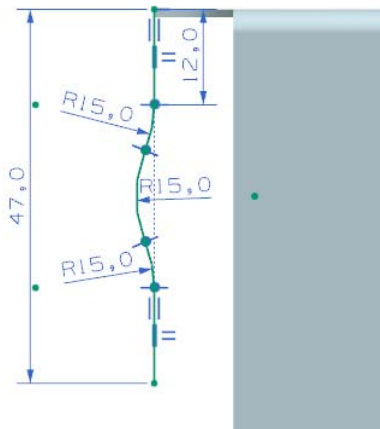

图 5-61 绘制草图
(2) 在“轮廓弯边”对话框上单击“绘制截面”图标，选择如图 5-60 所示的平面为草图绘制面，绘制轮廓弯边特征轮廓草图，如图 5-61 所示。单击“完成”图标，草图绘制完毕。